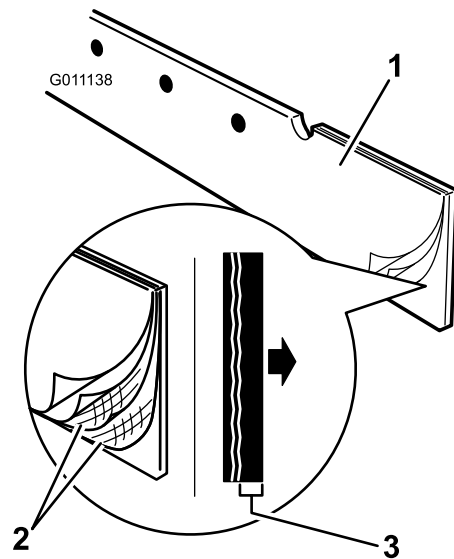

Figura 6
- Sujete la rasqueta con el borde de goma hacia la pletina y la sección que está reforzada con fibra hacia atrás (Figura 6).